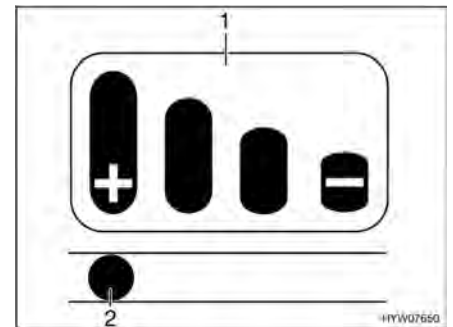

Fig. 198 Témoin d'usure
Un témoin d'usure (Fig. 198) avec diagramme à bâtons (Fig. 198,1) figure sur la poignée d'attelage.
- Quand la goupille (Fig. 198,2) dans le trou oblong se trouve sur la marque avec le signe "+", les garnitures de friction sont encore à l'état neuf.